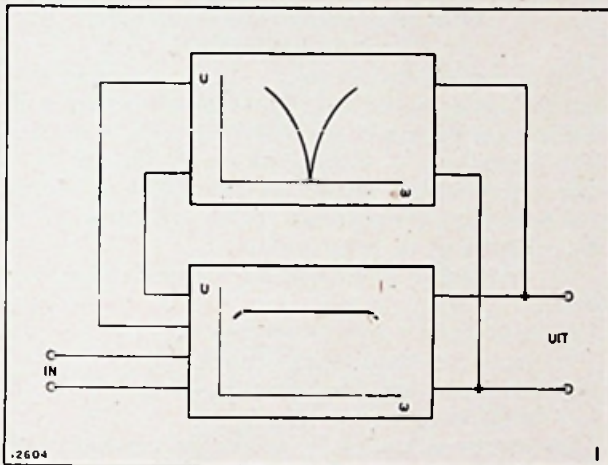

Fig. 1. — Schema van terugkoppelschakeling.
De bewerkingen verlopen als volgt: Eerst worden alle onderdelen en grondstoffen onderzocht volgens de moderne statistische kwaliteitscontrole. Daarna worden de knepen (voortkomende van de automatische kneepmachine afgebeeld in fig. 1) en de andere onontbeerlijke onderdelen door puntlassing samengevoegd en vormen de electronkanonnen.
In fig. 1 hebben wij het blokschema van de versterker met de terugkoppeling afgebeeld. De frequentie-afhankelijkheid van terugkoppeling wordt b.v. verkregen door middel van een reeks T-schakelingen of door middel van een Wien-Robinsonbrugschakeling, dus uitsluitend met behulp van weerstanden en condensatoren (1). Over het ganse bereik krijgen we een constante verzwakking voor eenzelfde verstemming $\Delta\omega/\omega$ en deze laatste wordt des te kleiner naarmate de versterkingsfactor van de breedbandversterker groter wordt.
De symmetrische modulatie wordt toegepast door de Engelsen en de Fransen in hun standaard op lage definitie. Het algemeen verloop ervan staat afgebeeld in fig. 1. De ruimte voorbehouden aan het geluid bevindt zich in A; de kromme BCD, met C als middelpunt, komt overeen met de beeldsignalen. De ene helft BC, identiek aan de andere helft, bevat bijgevolg al de nodige inlichtingen voor het overbrengen van het beeld. Dit is de reden waarom men zich in sommige ontvangers tevreden stelt met een bandbreedte, die slechts een weinig groter is dan de helft van de totale breedte, t.t.z. met de hoogste uit te zenden frequentie.